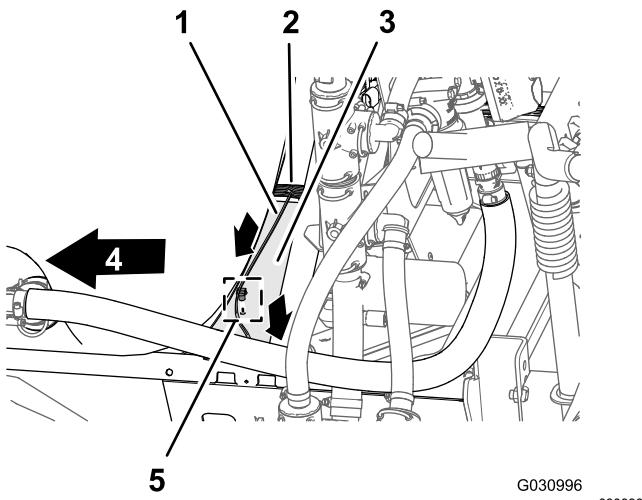

Figura 100
1. Disponete la diramazione del cablaggio preassemblato da 86 cm per il solenoide della pompa di irrorazione attraverso la parte superiore del canale del telaio dell'irroratrice e in basso verso il solenoide della pompa dell'irroratrice (Figura 100).
2. Inserite i fermi a pressione della diramazione del cablaggio preassemblato di 86 cm nel foro del canale del telaio dello spruzzatore (Figura 100).